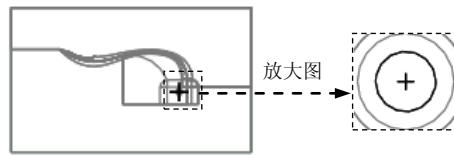

图 6.22 截面草图
(3) 绘制截面草图。绘制图 6.22 所示的截面草图，完成截面的绘制后，单击“草绘”操控板中的“确定”按钮 **✓**。